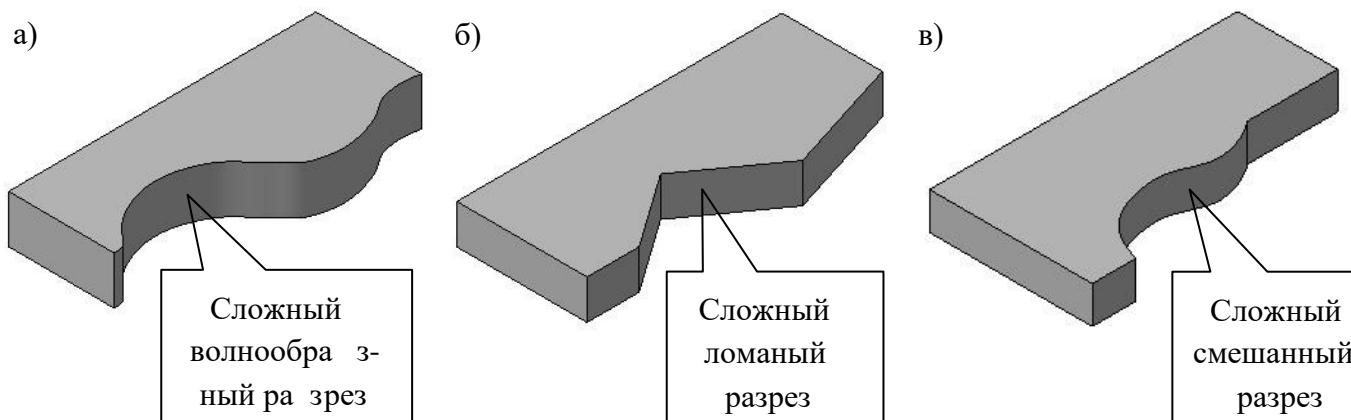

Рис. 11
138. Какие из представленных на рис. 11 трехмерных моделей детали можно отредактировать в системе КОМПАС-3D 9.0 при помощи операции Зеркально отразить тело, расположенной на *Панели инструментов Редактирование* детали, путем указания в качестве плоскости симметрии любого сегмента (грани) поверхности отсечения сложного ломанного или волнообразного разреза детали?
- a) Детали представленные на рис. 11, а и б;
- б) Детали представленные на рис. 11, б и в;
- в) Детали представленные на рис. 11, а и в;
- г) Детали представленные на рис. 11, а, б и в;